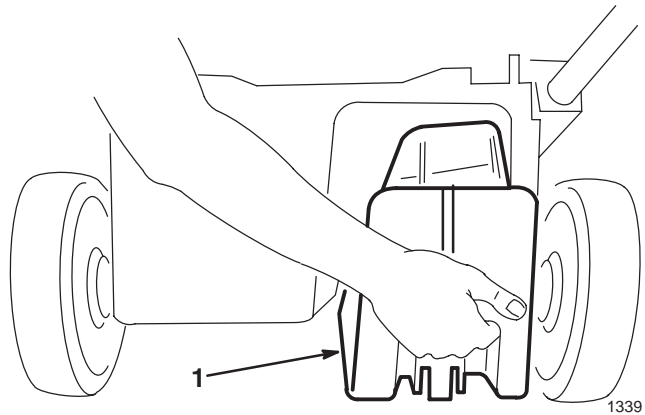

Abbildung 13
2. Die Auswurfschachttür öffnen und den Stopfen in die Auswurfschachtöffnung stecken (Abb. 13). Da der Stopfen etwas breiter ist als